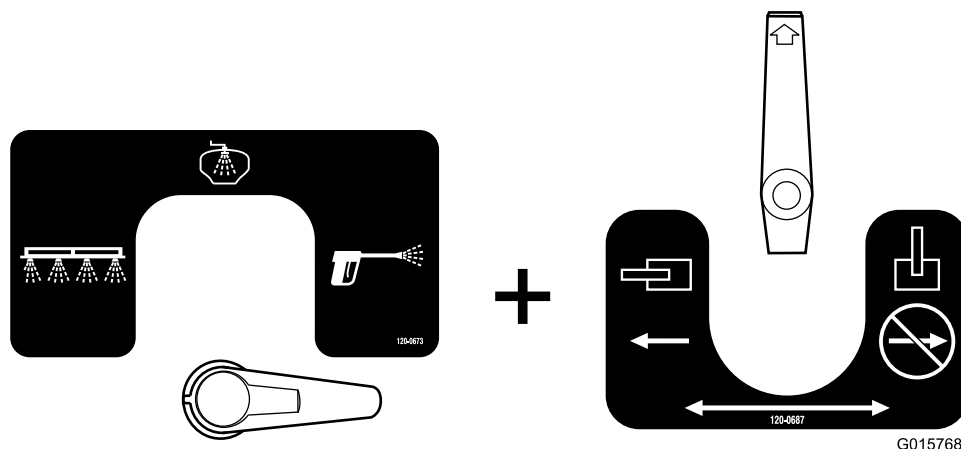

図 35
- ・ 以下はスプレーガンすすぎ用の設定です（図 35）。この設定では、ハndsプレーガンからすすぎ水が散布されます。